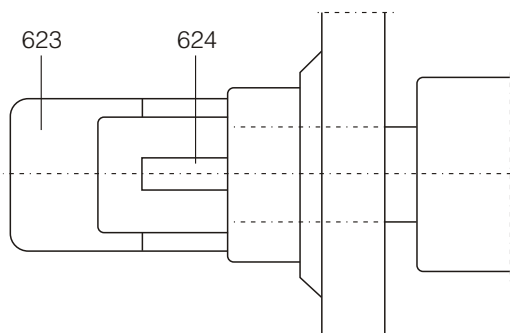

Fig. 59 - 1ª marca na bucha (623)
01. Rosquear a bucha (623) na tampa do mancal. Usar fita de teflon na rosca para permitir a fixação na posição mais favorável à visão do operador.
02. Empurrar o eixo totalmente na direção do recalque e usando uma lâmina de serra, afiada, fazer superficialmente na bucha a 1ª marca na direção da extremidade do pino de controle (624) (vide Fig. 59).